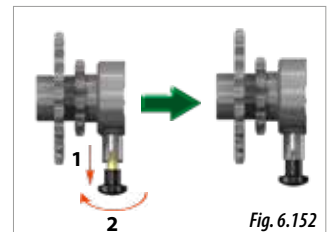

Fig. 6.152
- 3- Sur l'arbre de transmission portant l'embrayage (Fig. 6.149), tirez sur la sécurité et faites-la pivoter de 90° pour la bloquer en position de transmission (Fig. 6.152).